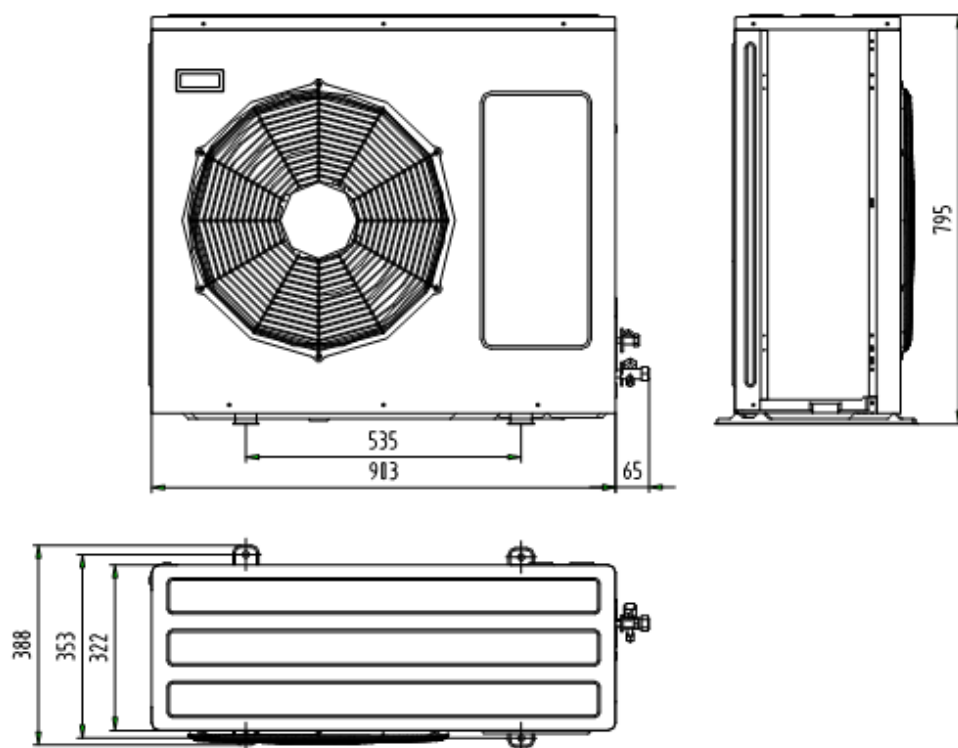

Рис.1.4
1.6.1 Модели 8,10 кВт (рис.1.4)